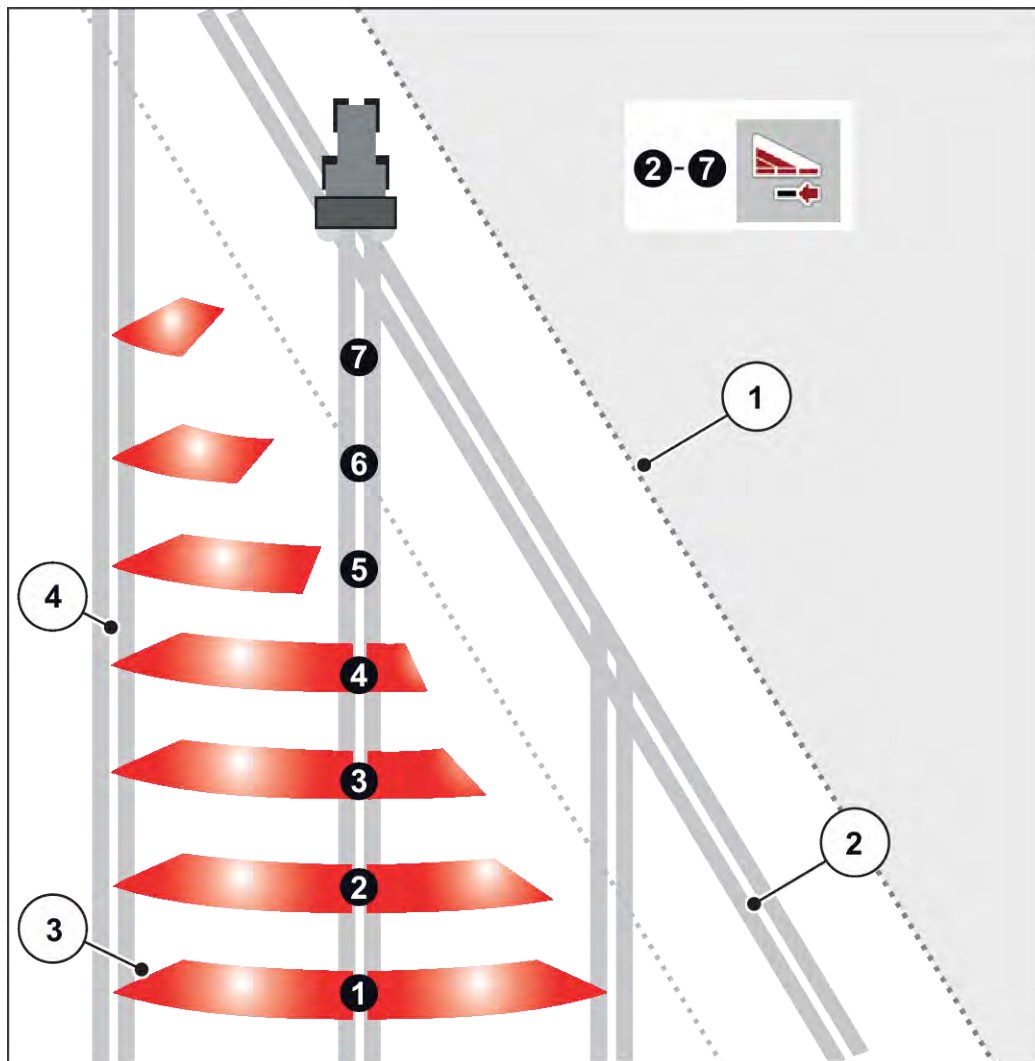

Abb. 38: Automatische Teilbreitenschaltung
- Die Teilbreitenschaltung ist von Außen nach Innen oder von Innen nach Außen möglich. Siehe *Abb. 38 Automatische Teilbreitenschaltung*